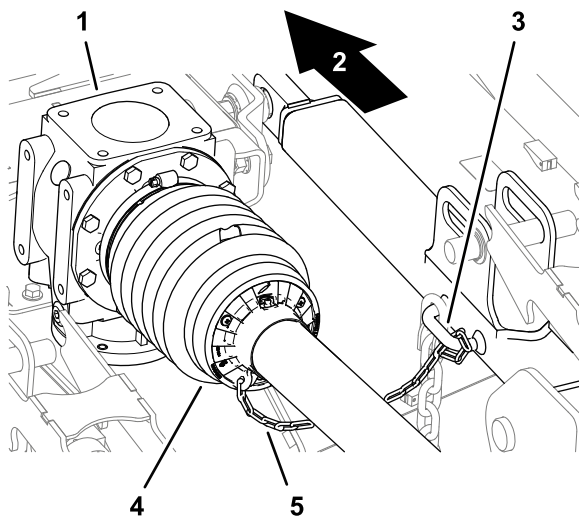

Рисунок 21
6. Убедитесь в том, что ограничительные цепи подсоединены к заднему кожуху вала механизма отбора мощности, кожухам приводных валов и раме газонакосилки (Рисунок 18 и Рисунок 21).